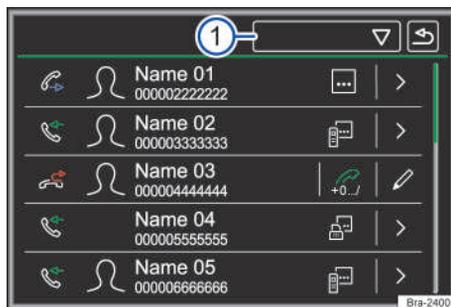

Fig. 175 Menú Llamadas (listas de llamadas).
Tocar el botón de función **▽** → fig. 175 ①.